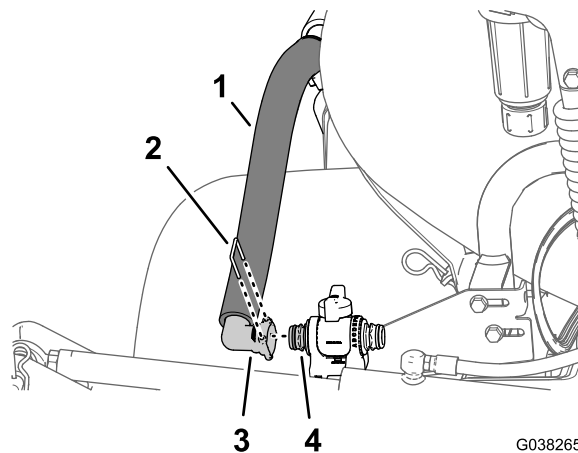

图63
3. 使用随搅拌软管总成提供的卡环将搅拌喷嘴总成的 90° 快速连接接头安装到搅拌节流阀的快速联轴器上 图63。